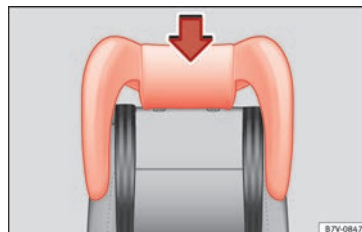

Fig. 94 Asiento integrado para niños: montar el apoyacabezas del mismo.
- Introduzca el apoyacabezas del asiento para niños en las guías del respaldo correspondiente hasta que encastre correctamente » » fig. 94.